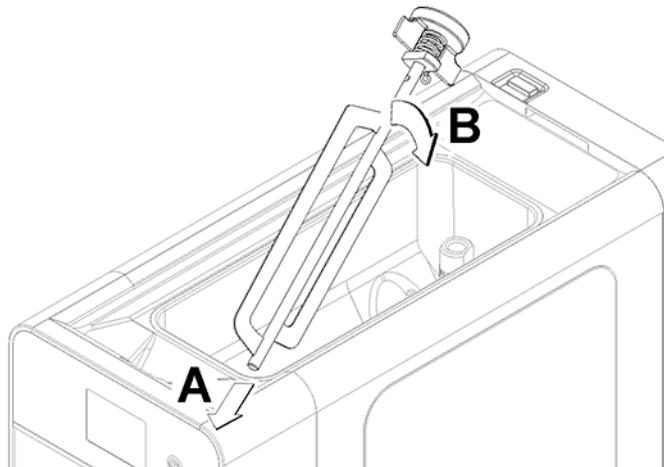

figura 29
- Rimontare l'assieme mescolatore avendo cura di inserire le estremità negli appositi incavi presenti nella vasca superiore.(vedere figura 29)